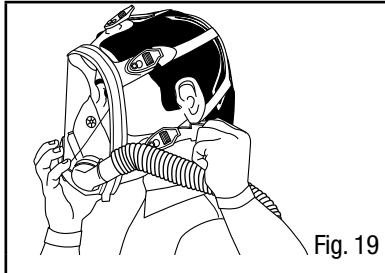

Fig. 19
5. Placer le nez dans la coquille nasale et le menton dans la mentonnière, puis appuyer le masque fermement et uniformément contre le visage (Fig. 19).